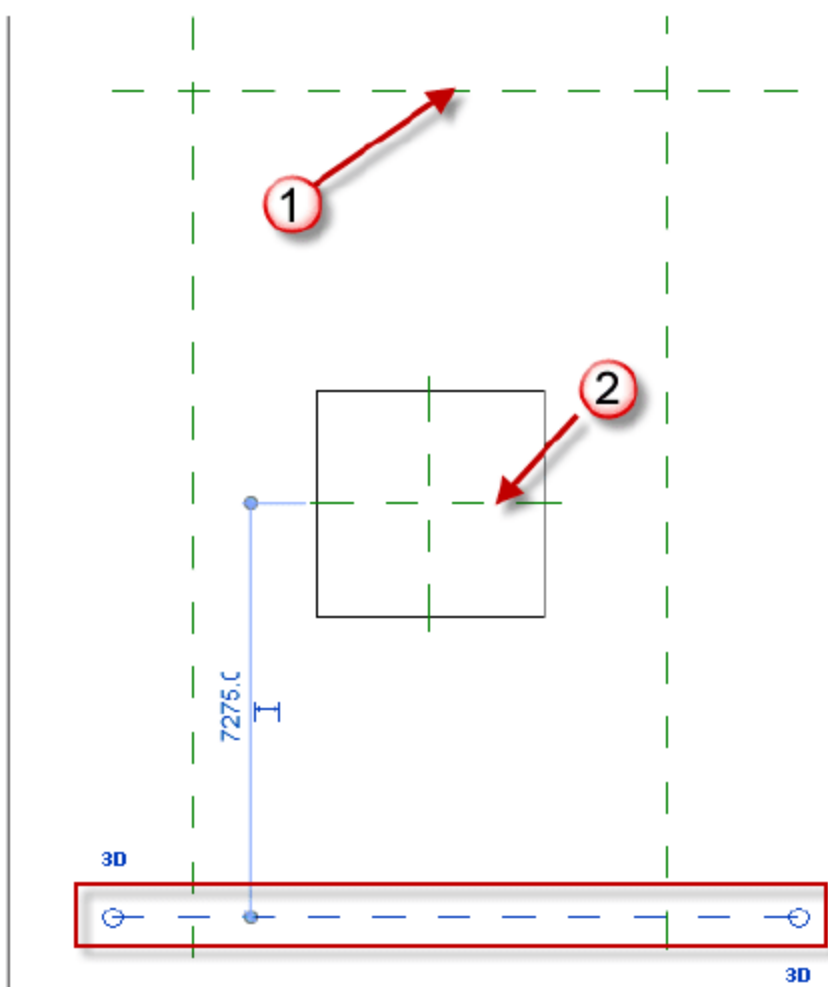

图 12.1.30 镜像辅助线
(5) 镜像辅助线。先选择第(4)步骤绘制的辅助线，按两下快捷键 M，完成镜像辅助线，如图 12.1.30 所示。